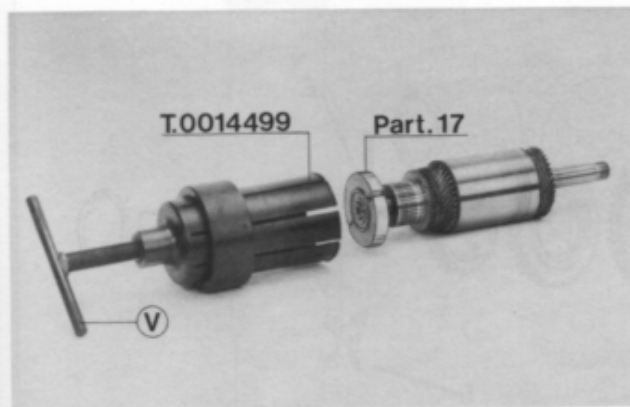

Fig. 84
**Fig. 84 - Cuscinetto a sfere dall'indotto:** applicare l'attrezzo T. 0014499 munito del part. 17 come rappresentato in figura, agire sulla vite centrale «V» ed estrarre il cuscinetto e la rondella.